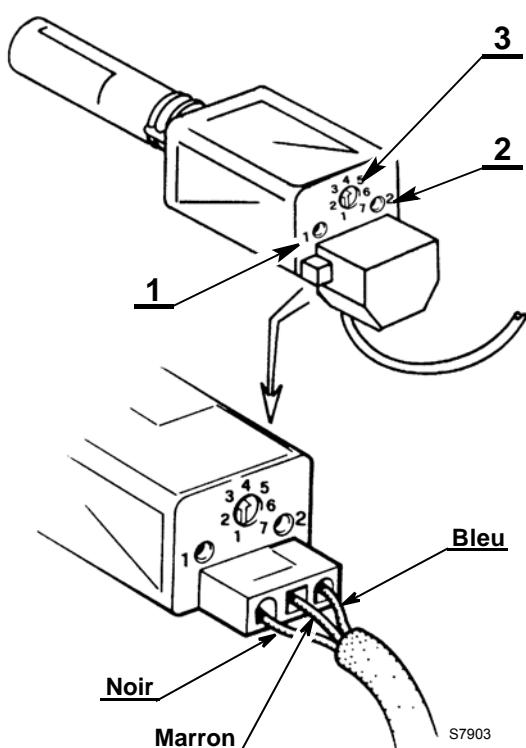

Fig. 14
- un potentiomètre 3)(Fig. 14) qui règle la sensibilité.
- Un voyant 1)(Fig. 14) qui indique la sensibilité.
- Un voyant 2)(Fig. 14) qui indique le fonctionnement.
- Jouer sur l'index du potentiomètre 3)(Fig. 14) en tournant dans le sens contraire à celui des aiguilles d'une montre jusqu'à ce que le voyant 1)(Fig. 14) clignote, en établissant ainsi la valeur minimum de l'encoche.
- Jouer sur l'index du potentiomètre 3)(Fig. 14) en tournant dans le sens des aiguilles d'une montre jusqu'à obtenir l'allumage fixe du voyant 1)(Fig. 14).